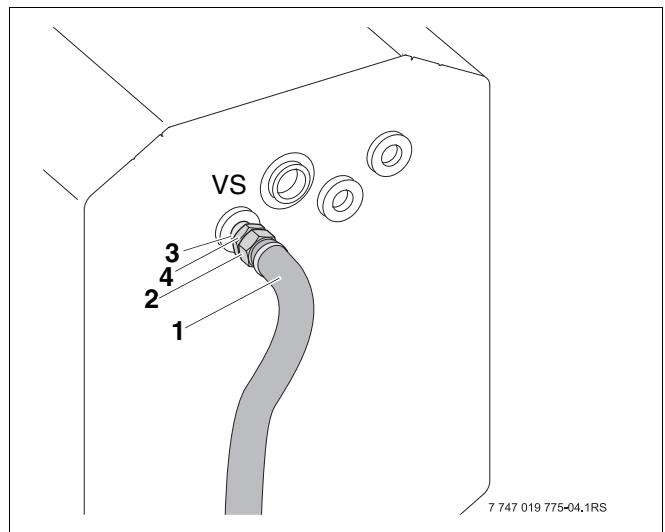

Рис. 11 Монтаж трубопровода на отопительном котле
- Установите кольцо (рис. 11, **поз. 3**) в паз двойного ниппеля (рис. 11, **поз. 4**).
- Заверните двойной ниппель (рис. 11, **поз. 4**) в место подключения подающей линии бака-водонагревателя на отопительном котле.
- Установите уплотнение (рис. 11, **поз. 2**) в накидную гайку на короткой части соединительной трубы VS (рис. 11, **поз. 1**) для подающей линии бака VS. Затем соедините трубу с двойным ниппелем (рис. 11, **поз. 4**) на подключении котла, при этом направьте длинную часть трубы вертикально вниз.